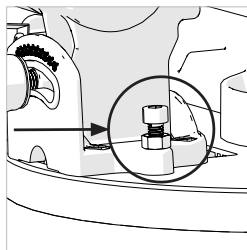

Fig. 32
- Afloje ligeramente la contratuerca del tornillo de ajuste del tope del bisel de 45°. (**Fig. 32**)